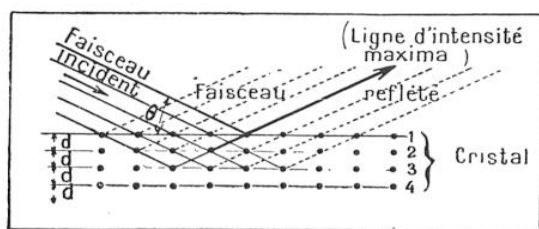

FIG. 2. — RÉFLEXION D'UN FAISCEAU DE RAYONS X PAR UN CRISTAL
(1). Lancé sur une face plane du cristal, cette onde X très précise cherche, elle aussi, son chemin vers l'intérieur. Or, il est évident (voir le schéma fig. 2) que, pour une incidence privilégiée θ , le mouvement périodique de l'onde va se trouver accordé avec son parcours entre deux plans successifs du réseau cristallin, figurés par les nœuds ato-